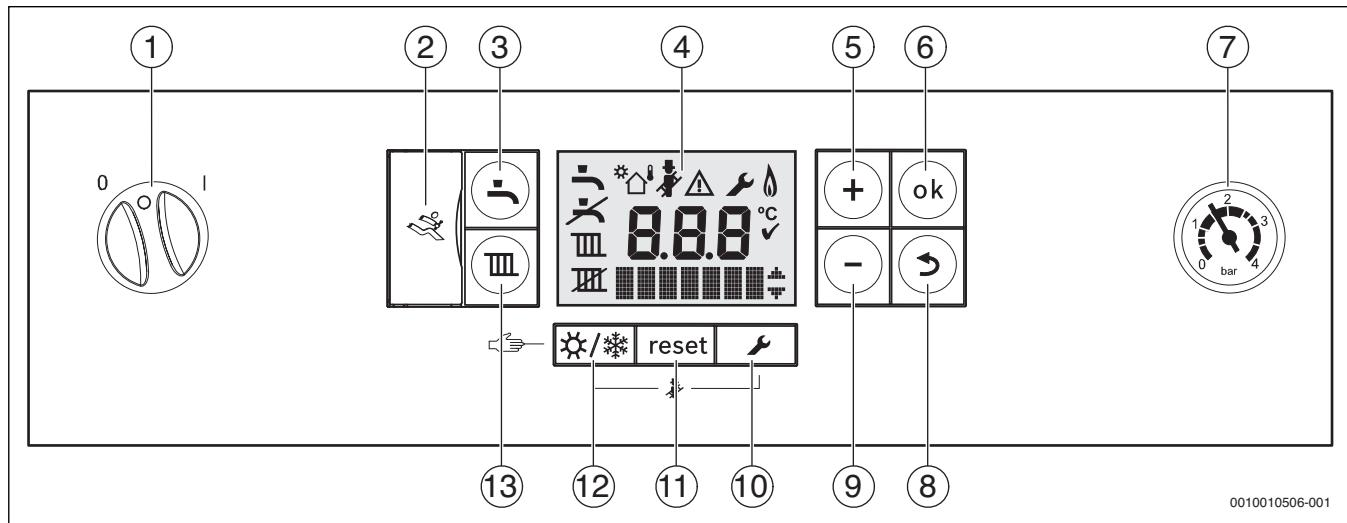

Fig. 1 Panou de comandă la capacul deschis al panoului de comandă
- ▶ Porniți aparatul prin intermediul întrerupătorului de pornire/oprire (→ Fig. 1).
- ▶ Opriti aparatul de la nivelul întrerupătorului de pornire/oprire (→ Fig. 1).
Tab. 1 Simboluri indicate pe afișaj (→ fig. 1)